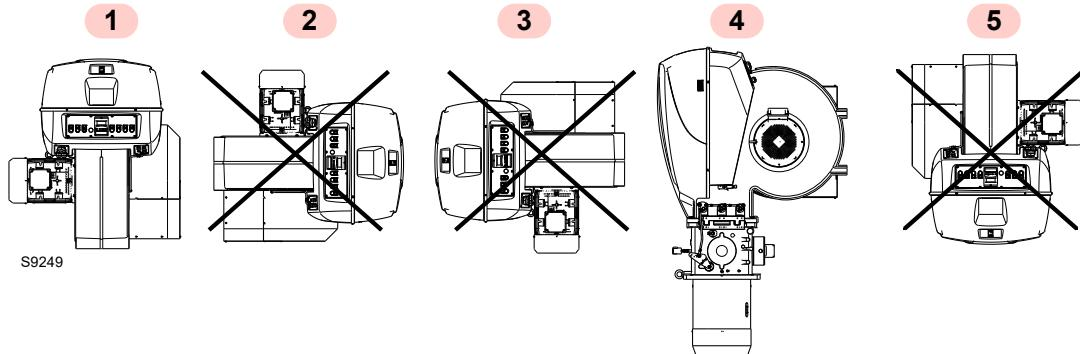

Fig. 11
- Le brûleur n'est prévu que pour fonctionner dans les positions **1** et **4** (Fig. 11).